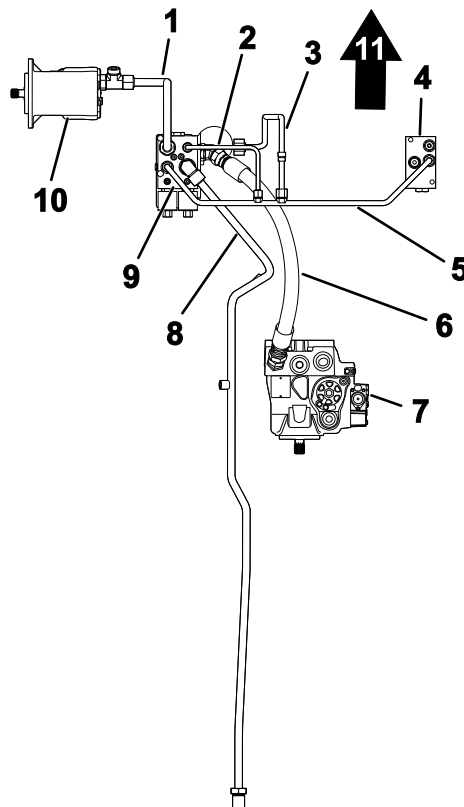
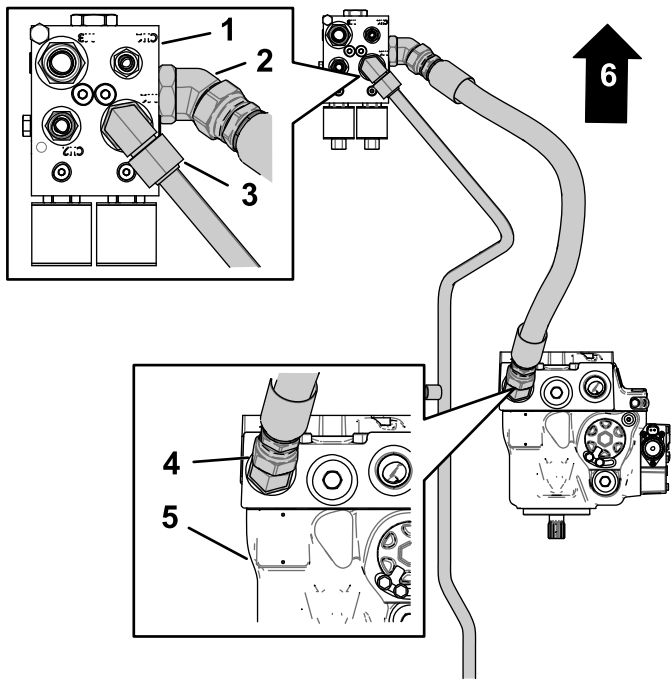

Figura 7
Figura 8
1. Alinee la tuerca delantera del tubo de tracción trasera con el codo del distribuidor del divisor de flujo (Figura 7 y Figura 8).
4. Enrosque un extremo recto de la manguera de presión en el acoplamiento de la bomba hidráulica (Figura 8).
6. Enrosque el otro extremo recto de la manguera de presión en el acoplamiento lateral del distribuidor del divisor de flujo (Figura 8).